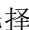

图 2-34 “缩放”工具栏
③ 工具栏：在“标准”工具栏中单击相应按钮，或在“缩放”工具栏单击相应按钮，如图 2-34 所示。
④ 键盘命令：在命令行输入“ZOOM”或“Z”命令。